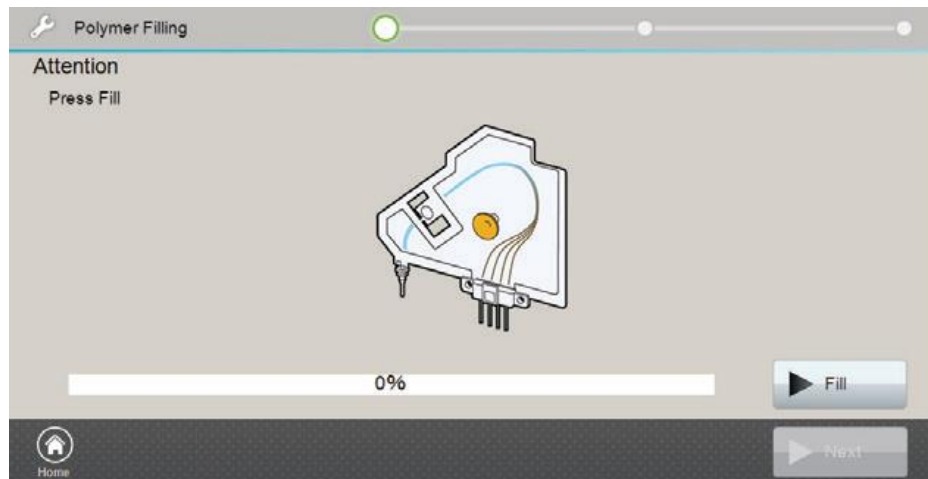

図 39 Polymer Filling 画面
2. フッターの **Uninstall** を選択し、ウィザードを開始すると、Polymer Filling 画面（図 39）が表示されます。
5. Polymer Filling 画面（図 39）の **Fill** のボタンを押して、キャピラリーカートリッジにポリマーを充填してください。ポリマーの充填中は、ステータスインジケータが緑に点滅します。充填が完了すると緑の点灯に戻り、それと同時に Polymer Filling の画面の右下にある **Next** のボタンが有効になるので、**Next** のボタンを押してください。